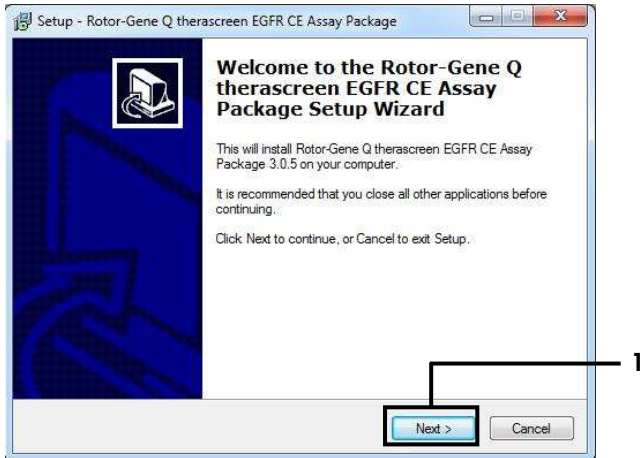

Abbildung 41. Das Dialogfeld „Setup Wizard“ (Einrichtungsassistent); 1 = „Next“ (Weiter)
4. Der Einrichtungsassistent des *therascreen* EGFR CE Assay Package wird geöffnet. Klicken Sie auf „Next“ (Weiter), um fortzufahren (Abbildung 41).